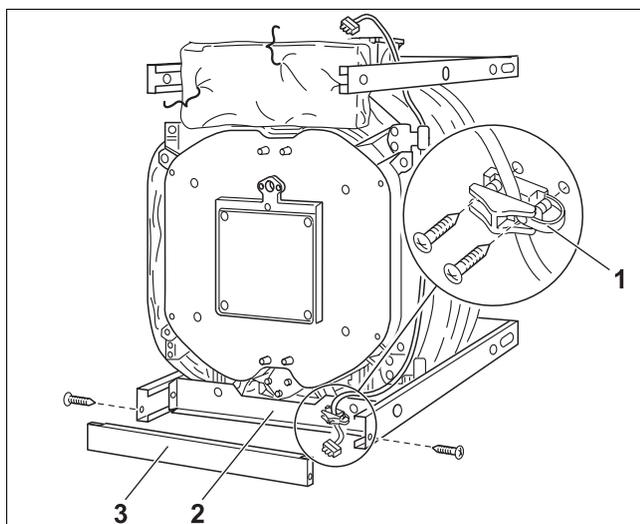

Bild 43 Zugentlastung Brennerkabel und Sockelblenden montieren
- ▶ Zugentlastung für das Brennerkabel, je nach Türanschlag links oder rechts, auf der unteren Quertraverse anschrauben (→ Bild 43 – für Brennertüranschlag rechts).